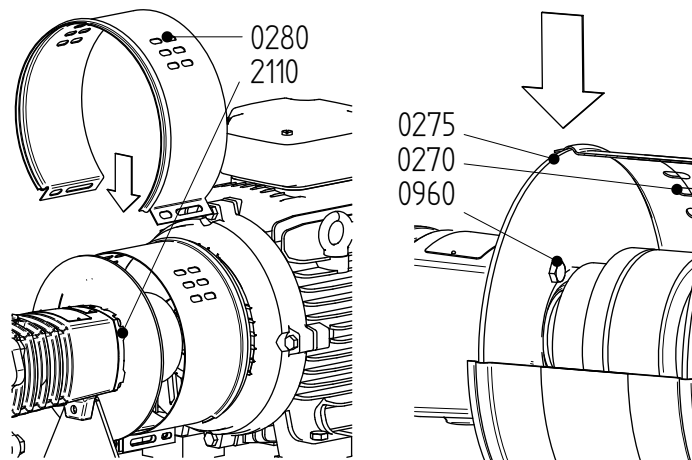

Figura 11: Instalação da cobertura do lado da bomba.
- 6 Desaperte os parafusos (0940) e remova a placa de montagem (0275) da tampa do rolamento (2110). Consulte o figura 11.
- 4 Monte a placa de montagem (0275) na tampa do rolamento (2110) com os parafusos (0940). Consulte o figura 11.